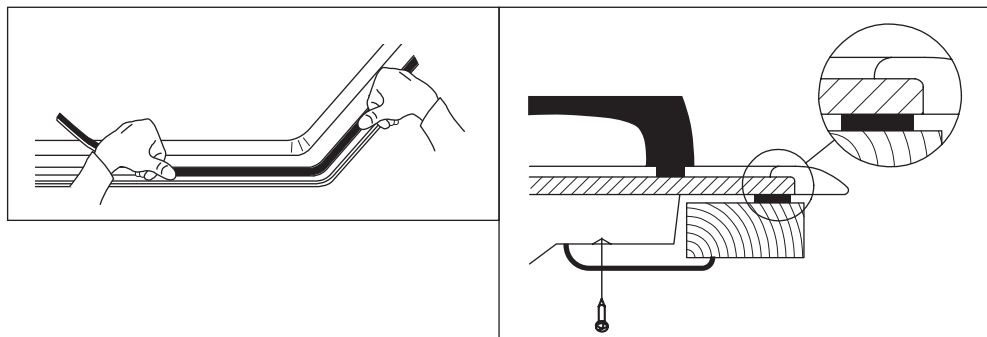

Рис. 6. Установка уплотнителя и фиксаторов
6. Фиксаторы, входящие в комплект варочной поверхности, предназначены для ее крепления к столешницам толщиной от 20 до 40 мм. Схема крепления варочной поверхности показана на Рис. 6. Для надежного крепления варочной поверхности используйте все фиксаторы.
7. Перед установкой варочной поверхности обязательно воспользуйтесь уплотнительной резиновой полоской, для качественного соединения с поверхностью столешницы (Рис. 6)